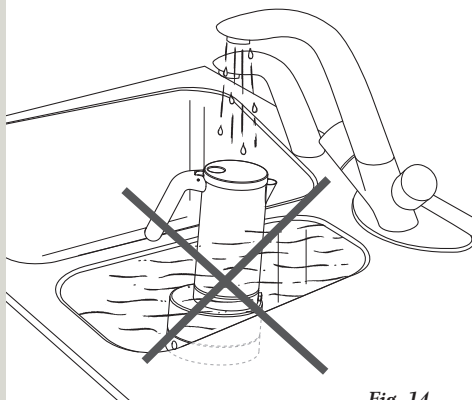

Fig. 14
- Não coloque a Cafeteira sob jactos de água corrente e não a mergulhe em água. (fig. 14)